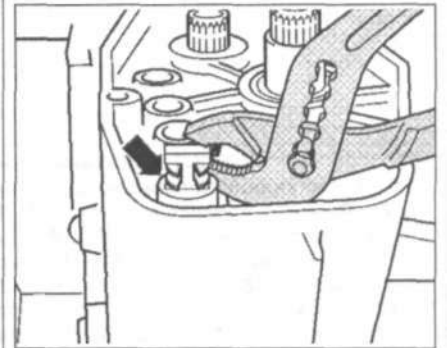

Рис. 8.27. Сожмите стопорное кольцо (стрелка) и снимите его.
15. Сожмите стопорное кольцо (стрелка) и снимите его (рис. 8.27). Открутите болты крепления корпуса сцепления.